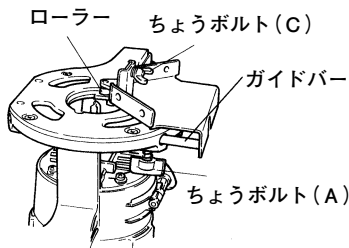
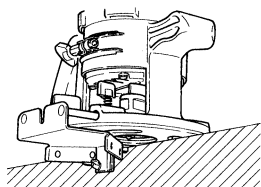

図 15
図 16
- ① ガイドバーをベース穴にさし込みます。
- ② ビットからローラーまでの寸法を調節します。ちょうボルト(A)を締付けます。
- ③ ちょうボルト(C)をゆるめ、ローラーを適切な位置に合わせます。ちょうボルト(C)を締付けます。(図15) 図16のようにご使用ください。